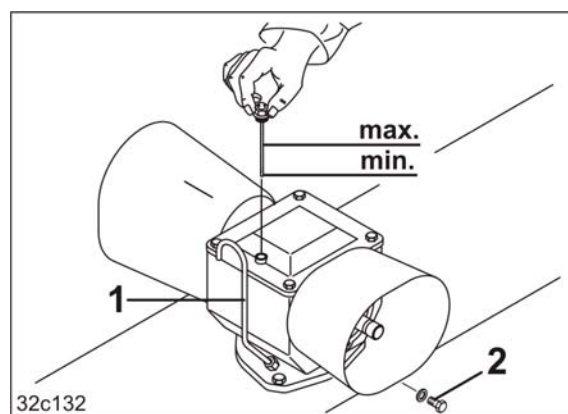

Fig. 176
Transmisia deține o țevă de aerisire (Fig. 176/1). Aerisirea trebuie asigurată, pentru ca transmisia să nu devină neetanșă.
3. Desfaceți șurubul de evacuare a uleiului (Fig. 176/2).